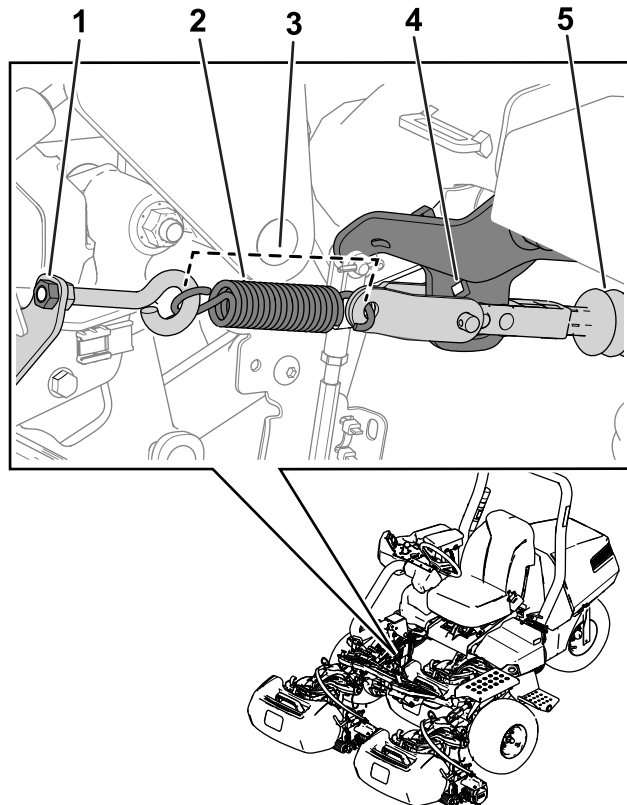

Figure 24
2. Serrez l'écrou du boulon à œil prévu pour le ressort de l'actionneur de frein, jusqu'à ce que le ressort mesure 11,4 cm ; voir Figure 24.